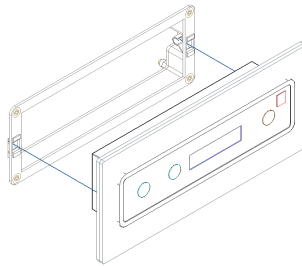

Figura 25 – Instalação do display fora do equipamento
5. Com todo o suporte fixo à parede, pode-se colocar o display no aro de acabamento, fixando o display pela frente e a caixa pela traseira. Temos de ter ligado os dois fios do display e deve-se ter em conta o seu comprimento este deve ser o suficiente para o poder remover sem criar qualquer problema ou tensão ou interferência do cabo. Finalmente, deve-se colocar o aro com o display encaixando os pernos nas molas de fixação como mostra a Figura 25.